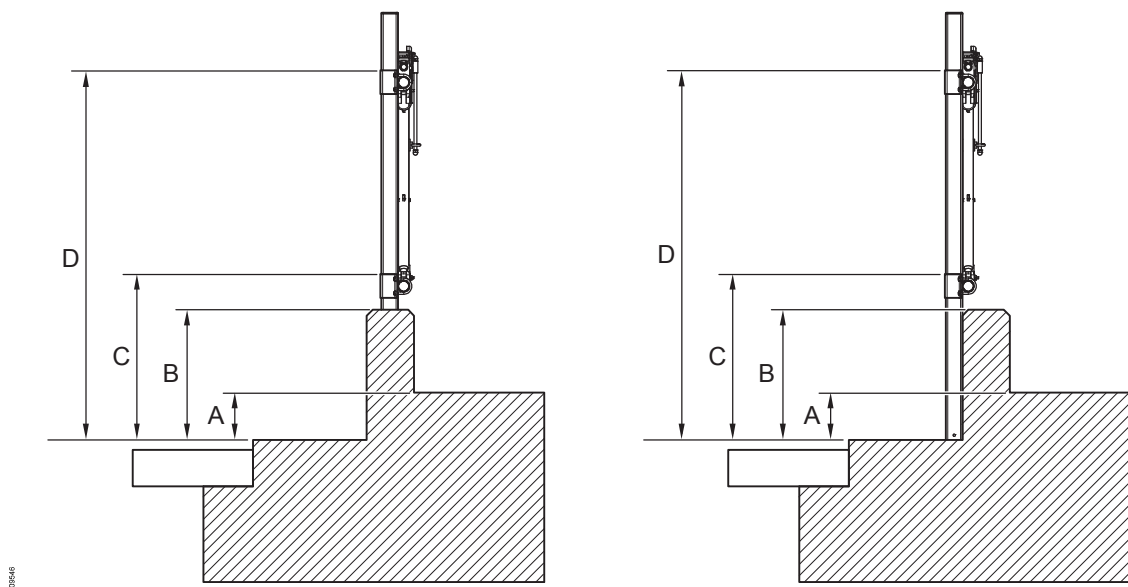
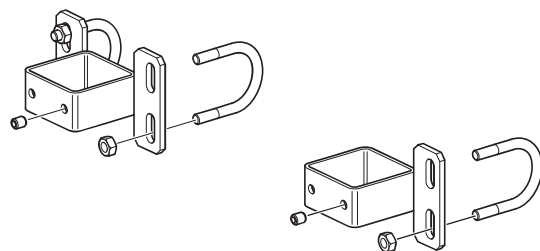

Fig. 12: 70 x 70 mm-stolper for innstøping i fôrbrettveggen til venstre eller i gulvet foran fôrbrettet til høyre.
Fig. 14: Dobbelt og enkelt rørbeslag.
**Merk!** Målingene av total fôrfronthøyde for ulike versjoner varierer avhengig av dyrets størrelse. Se Fig. 12.
Hvis stolpene støpes inn i gulvet foran fôrbrettet (se Fig. 12), må de horisontale rørene installeres foran stolpene.
Hvis stolpene støpes inn i fôrbrettveggen (Fig. 12), kan det nedre horisontale røret eller de øvre og nedre horisontale rørene plasseres mellom stolpene. Beslagene fås i en enkelt- og en dobbeltversjon (se Fig. 14). Enkeltversjonen kan brukes til å starte eller avslutte en seksjon. Dobbeltversjonen kan brukes når fôrfronten befinner seg på begge sider av stolpen.